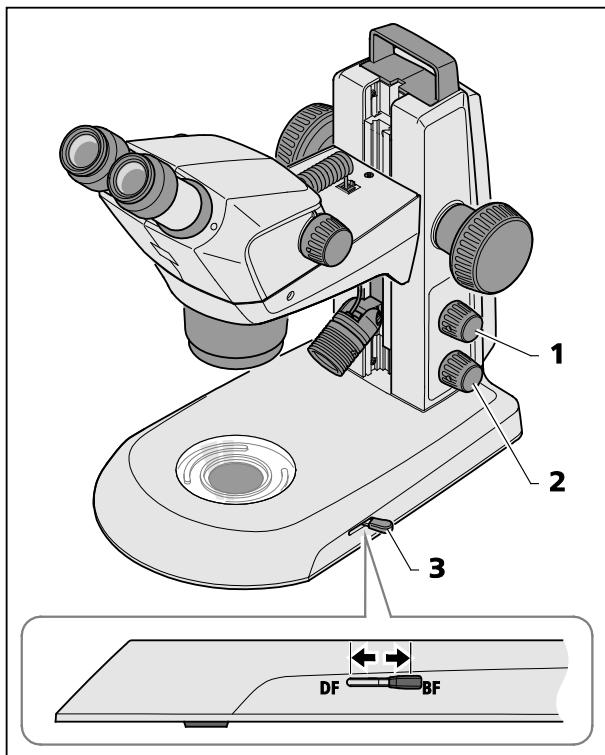

図 25 スタンド K EDU の透過光モジュール
- 下側の回転ボタン (図 25/2) を押して、透過光をオンにします。
- レバー (図 25/3) を動かして、明視野ライトと暗視野ライトを切り替えます。
- 前側 : 暗視野 (DF)
- 後ろ側 : 明視野 (BF)
上側のつまみ (図 25/1) を押すと、さらに入射光が混入します (24 ページの第 4.2 章を参照)。